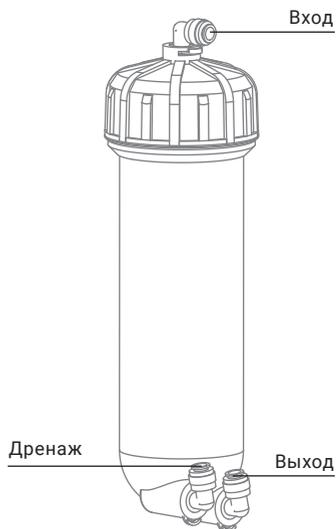

Рис. 18
7. Подключите пластиковые трубки к корпусу мембраны (см. раздел «Присоединение трубок»), соблюдая последовательность их подключения к корпусу (вход/выход/дренаж) (рис. 18). Каждую стопорную клипсу зафиксируйте на цанге, с которой она была снята. Проверьте все соединения на герметичность.